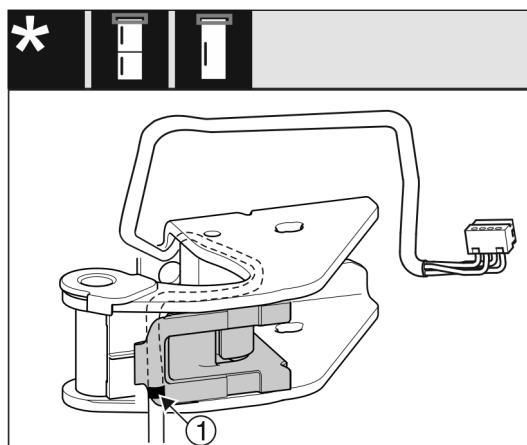

Fig. 28
- Το μεσαίο σημάδι πρέπει να βρίσκεται στην ακμή του στηρίγματος καλωδίων Fig. 28 (1).